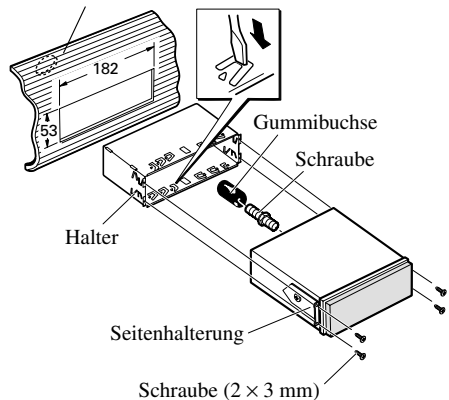

Abb. 16
2. Bauen Sie die Einheit in das Armaturenbrett ein. (Abb. 16)